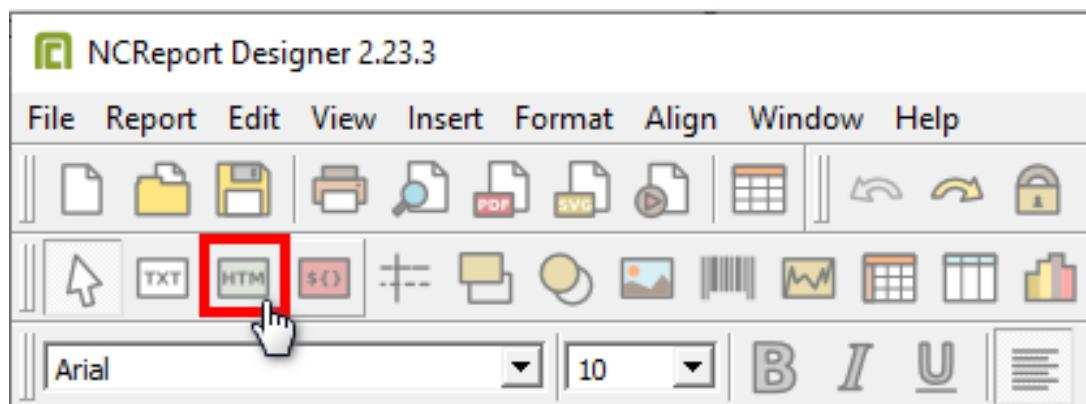

Рисунок 327 - Инструмент Text
1. Выберите инструмент Text (Рисунок 327).